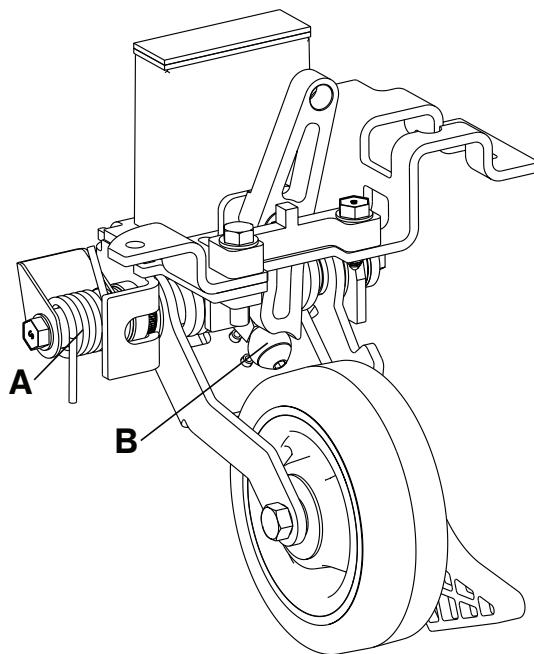

Figura 31 – Lubrifierea celei de-a cincea roți retractabile
3. Aplicați vaselină MPG-3 pe arcul (A) și pe rola (B) (Figura 31).